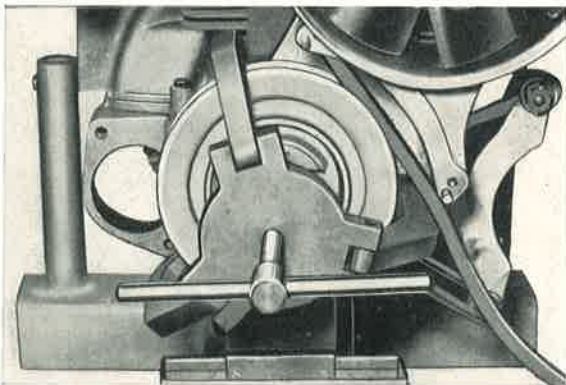

Bild 183: Beim ausgebauten Motor kann die Riemenscheibe mit einem Universal-Abzieher abgezogen werden.
7. Riemenscheibe abziehen (normaler Hakenabzieher) (Bild 183).